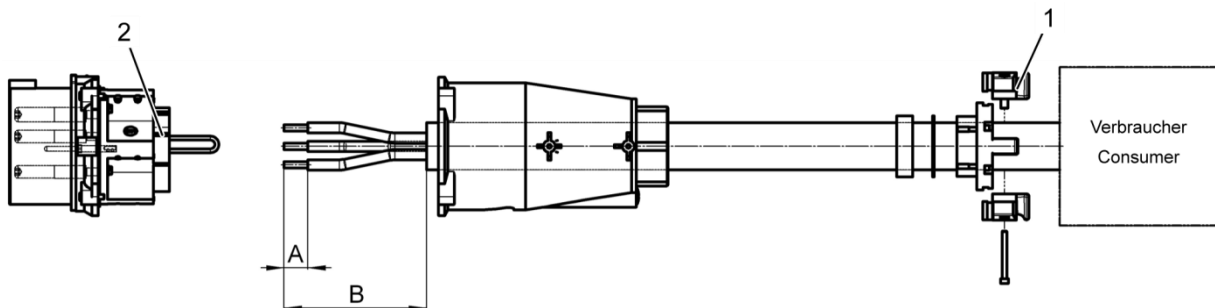
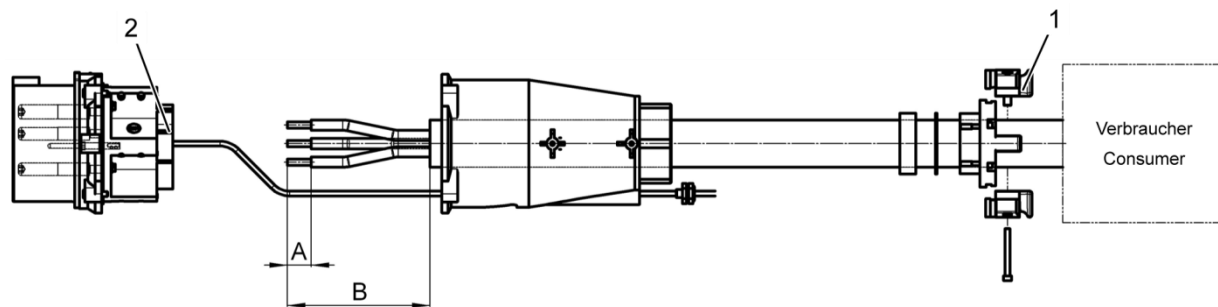

Abb. 51: Schema für Kabel ohne Pilotkontakte
Abb. 53: Schema für Kabel mit separaten Pilotkontakten
- Sind keine Pilotkontakte vorhanden, gemäss Abb. 51 vorgehen.
- Bei separaten Pilotkontakten gemäss Abb. 53 vorgehen.
1. Kabelverschraubung (Abb. 51/1, Abb. 52/1 bzw. Abb. 53/1) über das Kabel ziehen.
Äussere Isolation in der Länge B (Abb. 51) abisolieren.
2. Einzelleitungen jeweils in der Länge A (Abb. 51) abisolieren.
Äussere Isolation in der Länge B (Abb. 53) abisolieren.
2. Einzelleitungen jeweils in der Länge A (Abb. 53) abisolieren.
3. Pilotkontakte in der Länge A (Abb. 53) abisolieren.
1. Kontaktbuchse (Abb. 51/2, Abb. 52/2 bzw. Abb. 53/2) mit dem Kabel verschrauben.